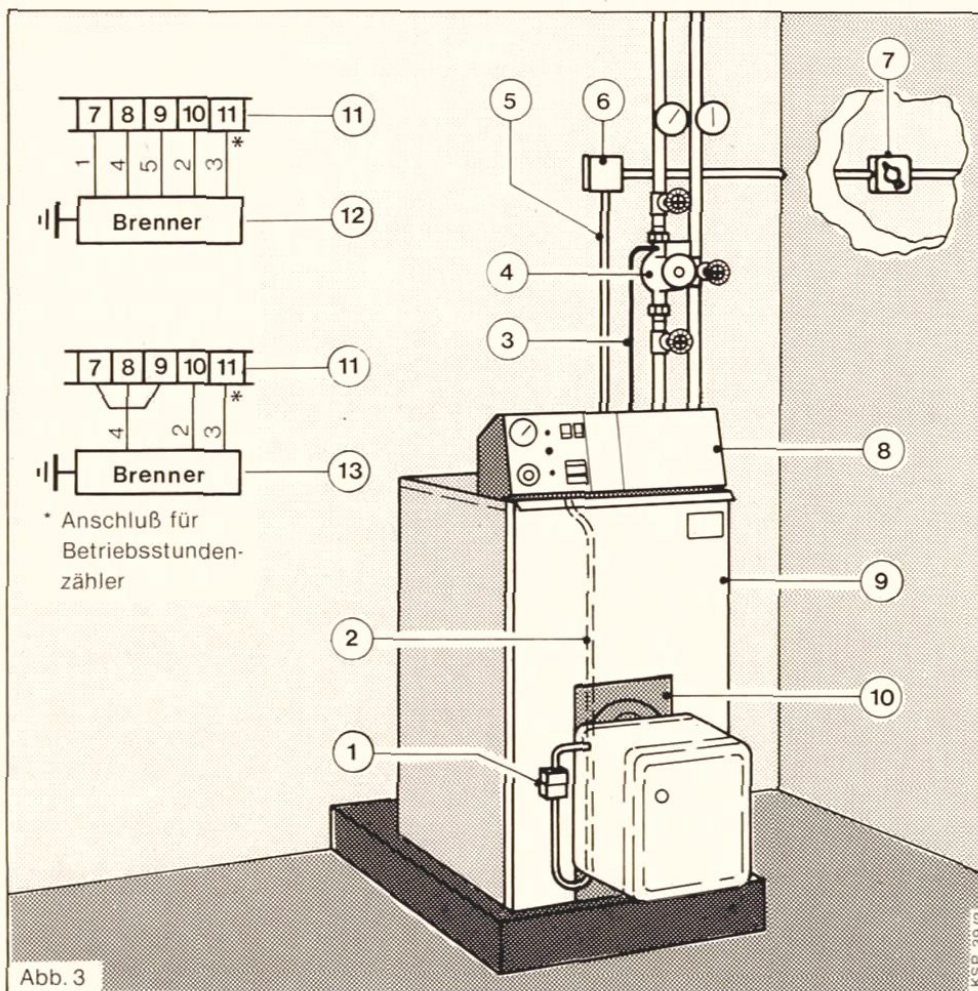

Abb. 3
Den Brennerstecker ① abklemmen und entsprechend dem Anschlußschema in Abb. 3 den Brenner gemäß Herstelleranwei-sung anklemmen.
⑪ Klemmleiste im Kessel-Schalt-pult
⑫ Brenner mit 5poligem Anschluß
⑬ Brenner mit 3poligem Anschluß
Wird ein Brenner ohne Steckeranschluß verwendet, den Brennerstecker ⑪ abklemmen und entsprechend dem Anschlußschema in Abb. 3, Seite 5 anklemmen.